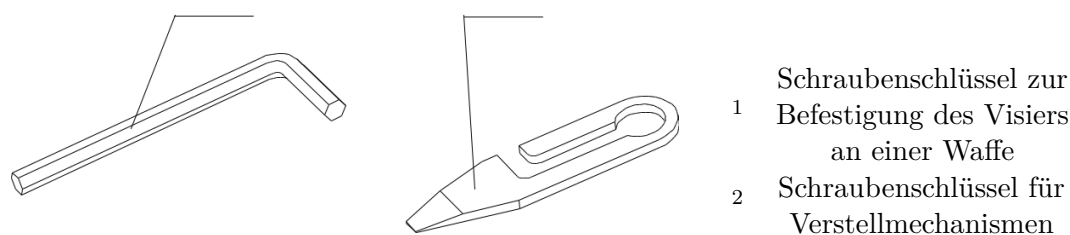

Abbildung 3: Gesamtansicht der Schraubenschlüssel
Befestigung des Visiers an der Waffe. Die Montage erfolgt durch Drehen der Schrauben (16) mit dem Sechskantschlüssel (1) (Abbildung 3) aus dem Lieferumfang des Visiers. Oben und rechts am Visierkörper befinden sich Bedienelemente für die horizontale und vertikale Verstelleinheit:
- der Verstelleinheit für Höhenkorrektur (10)
- der Verstelleinheit für die Seitenkorrekturen (15)
- die Schrauben (11) und (14)
- die Muttern (12) und (13)
Die Augenmuschel dient dazu, das Eindringen von Licht von außen in das Auge des Schützen zu verhindern und für eine bequeme Position des Auges relativ zum Okular in einem sicheren Abstand während eines Schusses zu sorgen. Die Schraubenschlüssel sind für die Durchführung der Korrekturen und für die Befestigung des Visiers an der Waffe vorgesehen. Eine Gesamtansicht der Schraubenschlüssel ist in Abbildung 3 dargestellt. Der Schraubenschlüssel (1) ist für die Befestigung des Visiers an der Waffe bestimmt. Der Schraubenschlüssel (2) ist für die Bedienung der Einstellmechanismen vorgesehen. Die Tasche ist für den Transport und die Aufbewahrung des Visiers vorgesehen. Das Reinigungstuch ist für die Reinigung der Außenflächen der optischen Teile bestimmt.
- mit dem Schraubenschlüssel (1) (Abbildung 3) die Muttern (16) (Abbildung 1) für 2-3 Umdrehungen gegen den Uhrzeigersinn zu lösen.
- die Fixiermutter mit dem Schlüssel zu befestigen, (1) (Abbildung 3), wodurch das Visier sicher fixiert wird.
Bei Verlust der Schrauben (14) ist es erforderlich, am Handrad «0» (Null) einzustellen. Dann werden die Schrauben (11) und (14) mit dem Schlüssel (2) angezogen (Abbildung 3).